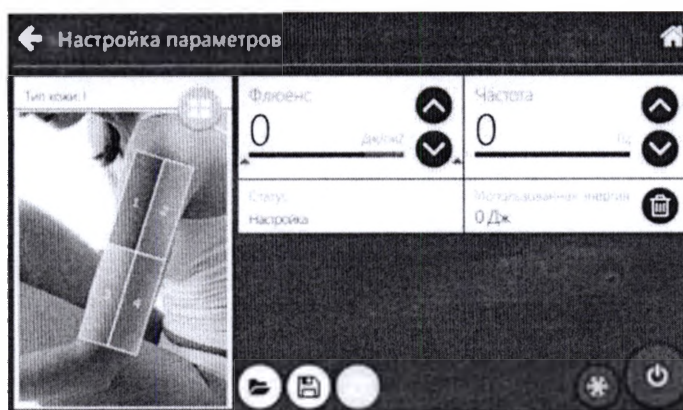

Рис. 3.94 – Окно настроек параметров
3.14.2.3 После выбора зоны лечения открывается окно настроек параметров (рис. 3.94).